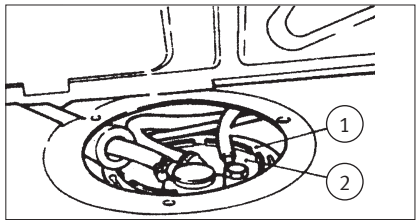

Abb. 3/Fig. 3/ Puc. 3/图3
- 露出油箱便于查看燃油剩油指示和燃油泵, 图 3。
- 松开燃油剩油指示传感器 (2, 图 3) 的安装位置, 必要时做标记。
- 松开锁紧环 (1, 图 3), 小心拉出传感器 (2)。